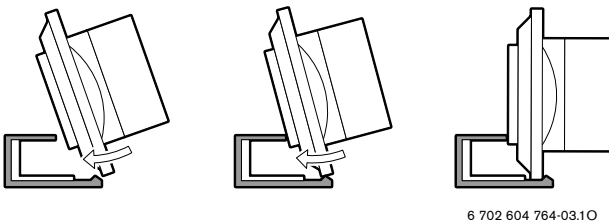

Bild 5
- ▶ Druckdose (3) auf dem Druckdosenhalter (1) befestigen (Bild 5).
- ▶ Druckdose (4) aus dem Druckdosenhalter ausbauen (umgekehrte Reihenfolge wie in Bild 5 gezeigt).